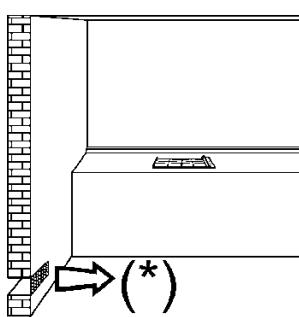
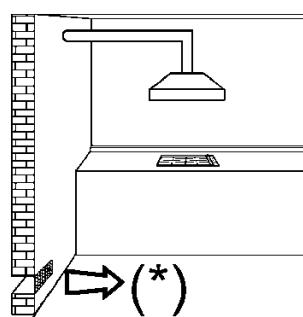
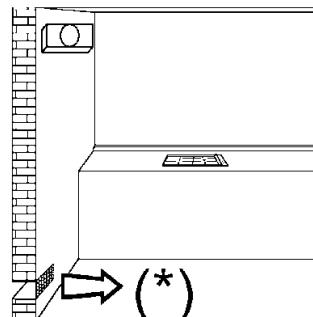

РИС. 3
РИС. 4
РИС. 5
- При сгорании газа выделяется тепло и влажность. Поэтому в помещении необходимо обеспечить хорошую циркуляцию воздуха, не загораживать отверстия для естественной вентиляции (рис. 3) и включить вытяжку (вытяжной колпак или электрический вентилятор, рис. 4 и 5).
менее 100 см² (см. рис. 3). Эти отверстия должны быть расположены таким образом, чтобы доступ воздуха в них всегда оставался открытых.
Продукты сгорания, образующиеся при готовке на газовых плитах должны обязательно удаляться при помощи вытяжек, соединенных с вентиляционными трубопроводами, дымоходами или с отверстиями, выходящими наружу (см. рис. 4). Если нет возможности использовать вытяжку, допускается использование вентилятора, устанавливаемого на окне, или на выходящей на улицу стене, который должен включаться одновременно с прибором (см. рис. 5), при этом обязательно должны соблюдаться нормы вентиляции помещений.